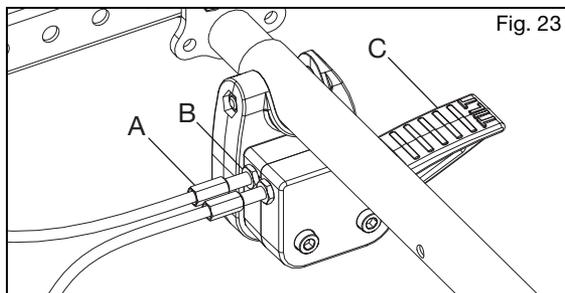

Fig. 23
- a. Pressione o pedal (Fig. 23:C).
- a. Utilize duas chaves inglesas de 10 mm para desapertar a contraporca (Fig. 23:B), enquanto segura o ajustador (Fig. 23:A) na posição correta. Repita o procedimento no cabo oposto.